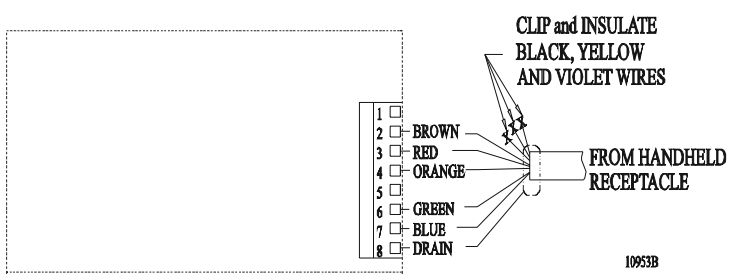

Abbildung 29: Typische Anschlüsse am Steleinrichtungs-/Prozessorsystem
- G) Verbinden Sie die farbigen Adern wie in Abbildung 29: gezeigt.